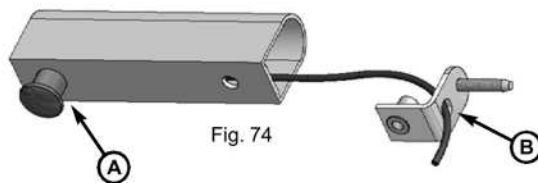

Fig. 74
- Inserte el cable del radio de la fotocélula en el orificio A del perfil de aluminio, luego introdúzcalo en la canalización por medio del agujero B de la plaqueta de soporte. Inserte el cuerpo del radio en el agujero A hasta llevar al tope la zona frontal del radio contra la superficie de aluminio (Fig. 74)